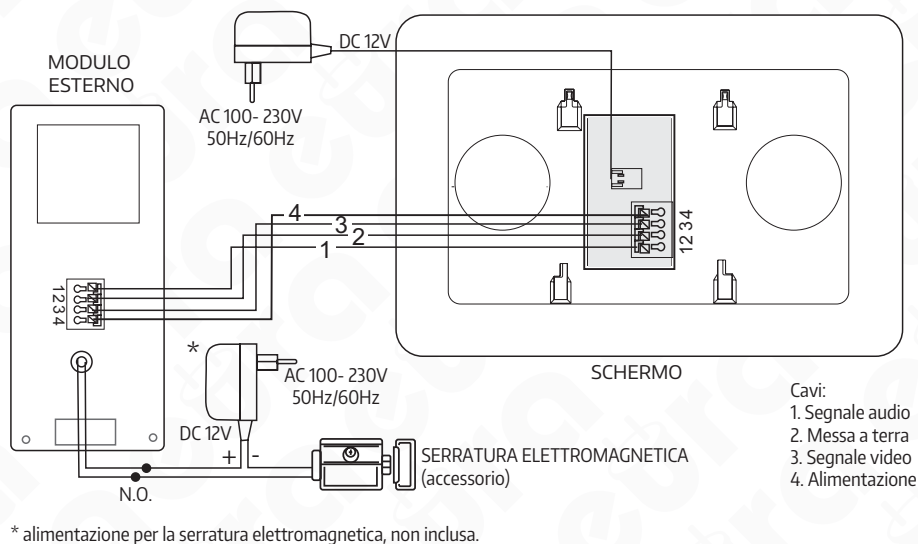

Fig. 6. Schema di collegamenti del kit
2. Collegare i fili ai morsetti di collegamento sul retro del monitor (Fig. 3b) secondo lo schema (Fig. 6).
Il diagramma delle connessioni del sistema composto dal modulo esterno con videocamera, schermo, serratura elettromagnetica e alimentazione è mostrato in Fig. 6.